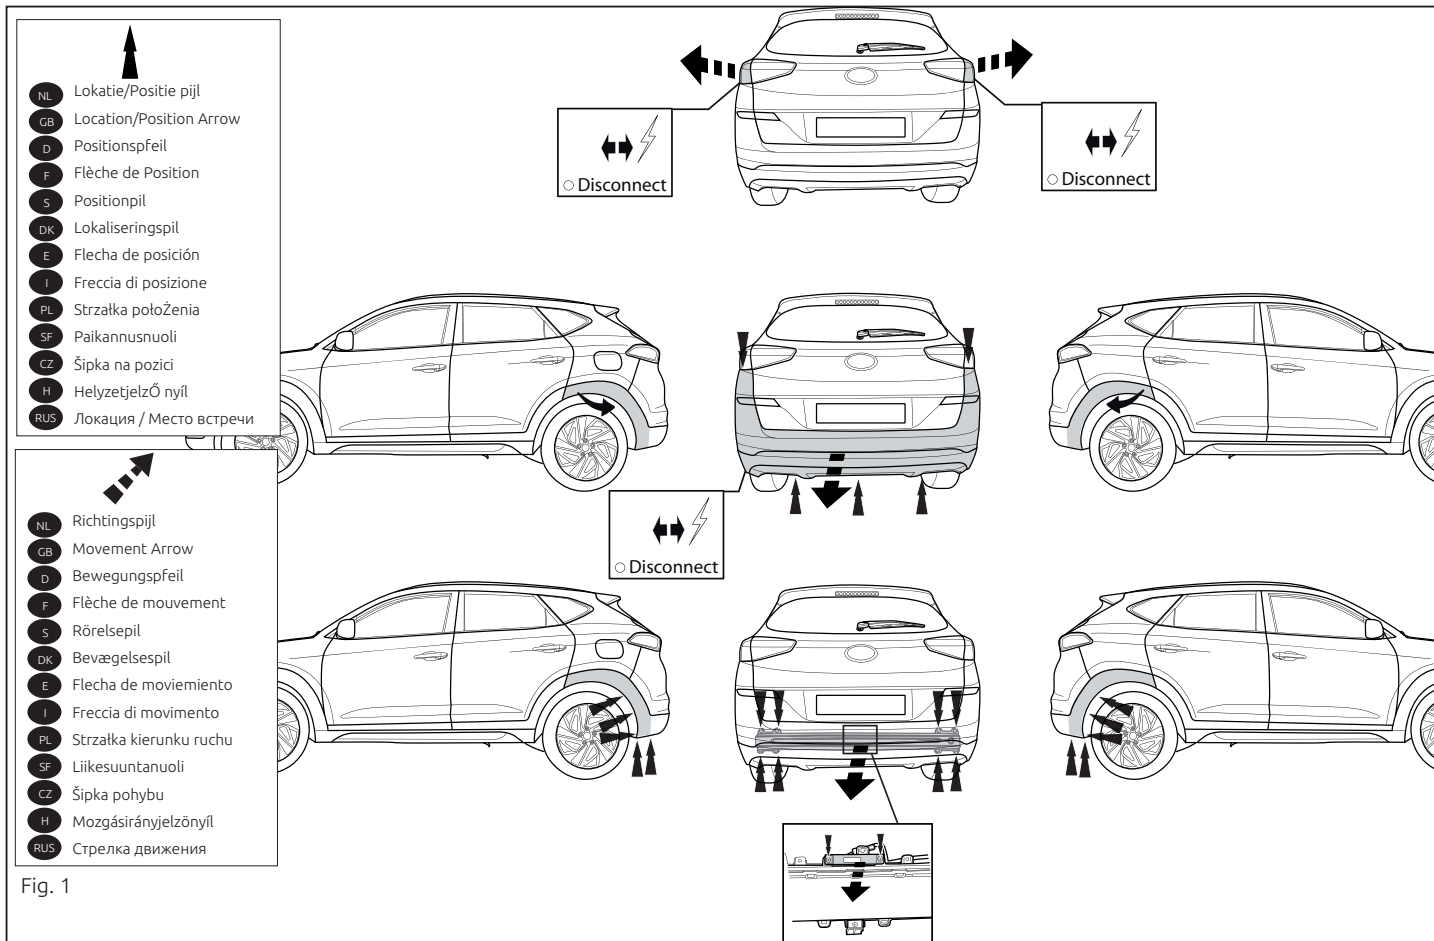

Fig. 1
- Снять оба блока задних фар. Снять бампер вместе со буферным брусом автомобиля. Буферный брус больше не понадобится. Демонтируйте антенну. См. рисунок 1.